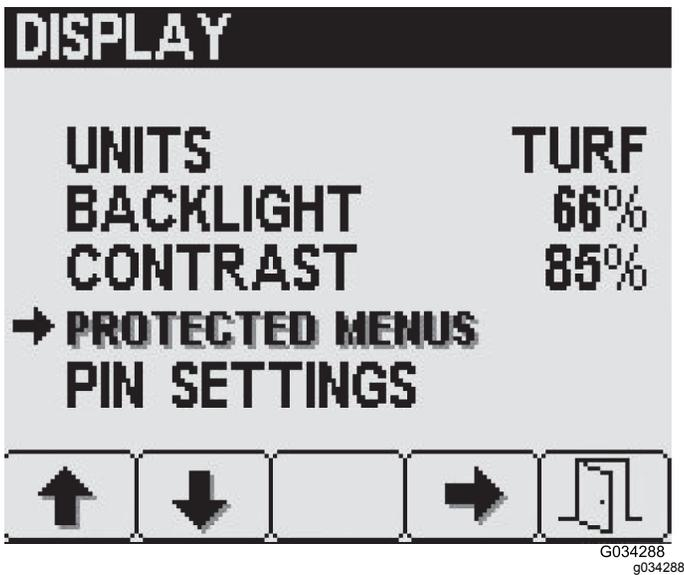

Рисунок 22
- С помощью кнопки 2 на экране Display (Дисплей) выберите пункт Protected Menus (Защищенные меню) и нажмите кнопку выбора 4 (Рисунок 22).
- Нажимая кнопку 2, перейдите к нужной позиции защищенного меню (Рисунок 22).